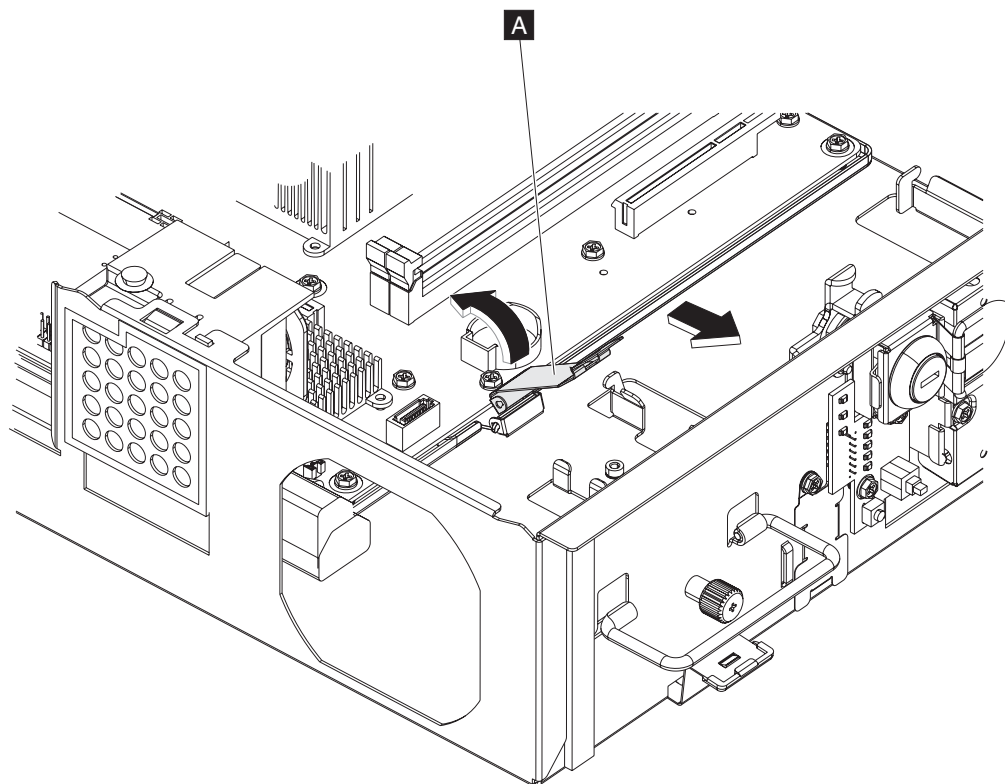

图 35. 卸下系统板托盘
8. 抬起系统板托盘控制杆（第 45 页的图 35 中的 **A**）并向托盘前端拉动。系统板托盘将滑出外拉托盘底部的挂钩，这样您就能够从外拉托盘完全卸下系统板托盘和系统板。